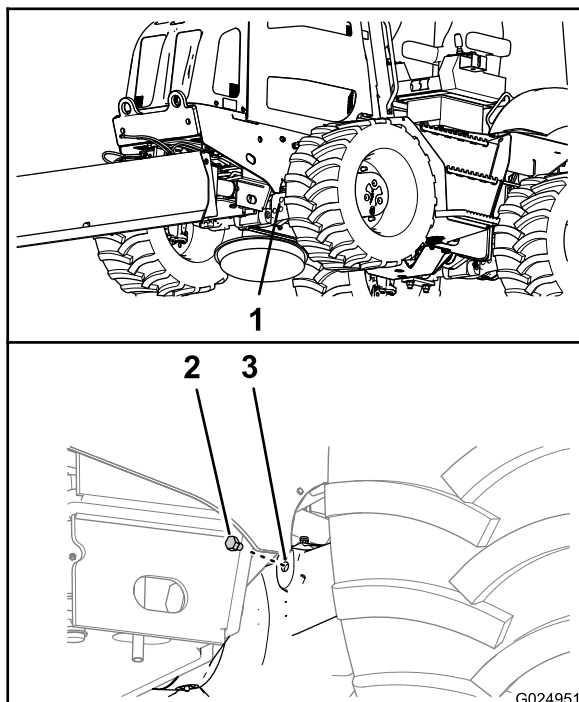
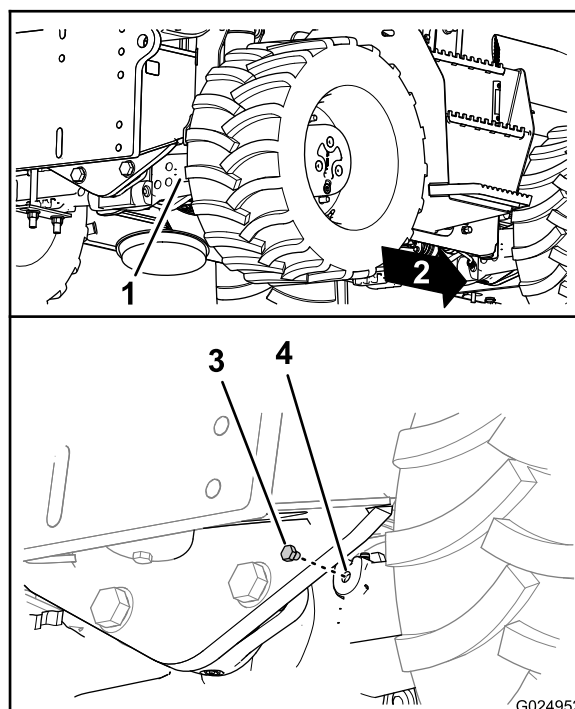

Рисунок 91
Рисунок 92
2. Отверните пробку смотрового отверстия картера ведущей шестерни моста (Рисунок 91 и Рисунок 92).
3. Посмотрите сквозь смотровое отверстие и убедитесь, что уровень масла находится на нижней части резьбы отверстия (Рисунок 91 и Рисунок 92).
6. Заверните пробку в смотровое отверстие картера ведущей шестерни моста (Рисунок 91 и Рисунок 92).